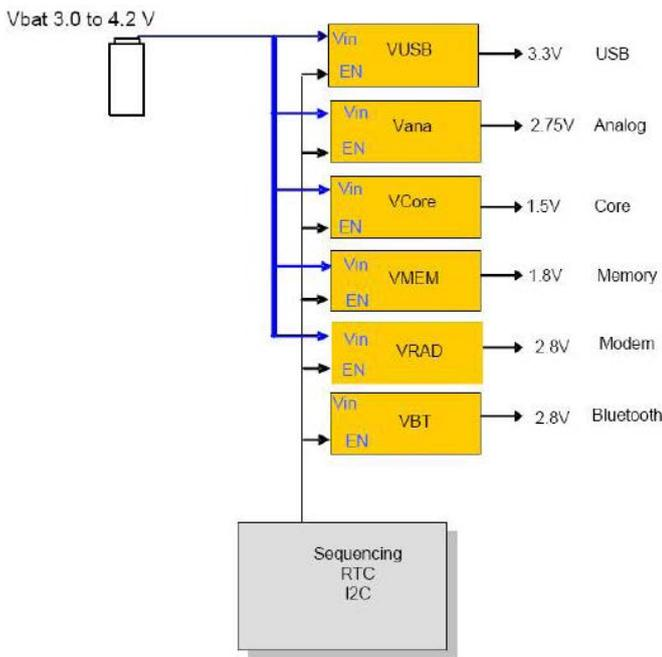

図2. 携帯システムの代表的な電源領域
**LDOの性能を高める回路機能。** イネーブル入力によりLDOのターンオンとターンオフを外部から制御できるため、マルチレール・システムで正しい電源シーケンスを実行できます。ソフト・スタートで突入電流を制限し、パワーアップ時の出力電圧の立上がり時間を制御します。スリープ状態は、消費電力が最小限になり、同時に高速のターンオンが可能であるため、特にバッテリーを使用するシステムで役に立ちます。サーマル・シャットダウンは、LDOの温度が規定値を超えるとLDOをターンオフします。過電流保護によってLDOの出力電流と消費電力が制限され、低電圧ロックアウト (UVLO) によって電源電圧が規定の値よりも低くなると出力がディセーブルになります。図2に、携帯型設計向けの代表的な電源システムの簡略図を示します。